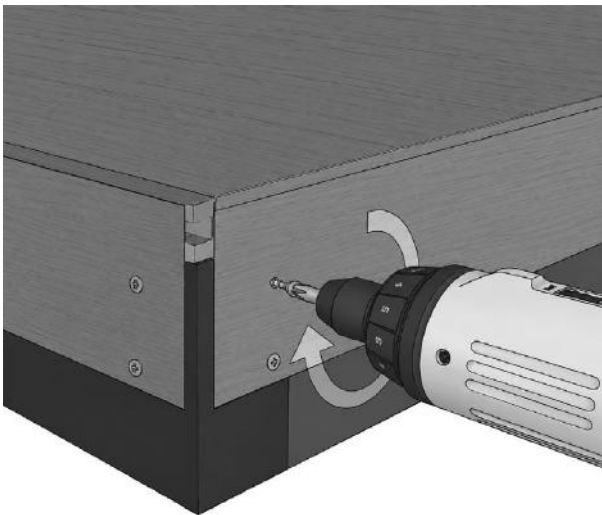

FIG. 23 – BLENDE BEFESTIGT, UM DIE GENUTETE DIELENKANTE ZU VERDECKEN
- 01 Richten Sie die obere Kante der Blende mit der Oberseite der Terrassendielen aus, um die genutete Dielenkante zu verdecken (fig. 23).